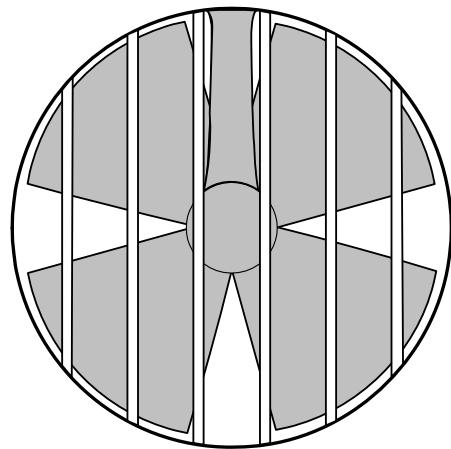

Fig. 2
In some cases (shallow installation or workboat/fishingboat only) we recommend to protect the propeller by mounting a grid in the tunnel opening (Fig. 2). It is important to keep a grid to a minimum and as streamlined for the thruster's waterflow as possible, as it will decrease the effect of the thruster. Do not use Circular profile steel as it will decrease thrust significantly.
In manchen Fällen, z.B. bei flachem Rumpf oder im gewerblichen Einsatz (z.B. Fischfang) empfehlen wir, den Propeller durch ein Gitter vor der Tunnelöffnung zu schützen (Fig. 2). Dieses sollte auf ein Minimum beschränkt und so stromlinienförmig wie möglich sein, da die ansonsten die Leistung des Thrusters reduziert wird.
I visse tilfeller (ved grunne installasjoner, fiske / arbeidsfartøy fartøy) anbefaler vi å beskytte propell og girhus ved å montere et gitter foran tunnelåpningene (Fig. 2). Det er da meget viktig å beholde strømlinjeformen, og å begrense gitteret til et minimum. Feil installasjon kan begrense skyvekraften med 10%.
In alcuni casi (installazione poco al di sotto del linea di galleggiamento oppure barca da lavoro / peschereccio) si raccomanda di proteggere l'elica montando una griglia nell'apertura del tunnel (Fig. 2). È importante che la griglia sia il più possibile a maglie larghe e con un profilo tale da rallentare il meno possibile il flusso d'acqua dei propulsori, in quanto essa farà diminuire l'effetto del propulsore.
- Terminals must be properly tightened. Secure/hold inner nut when tightening (Fig. 2). Tighten with max: 15 Nm/11lb/ft. The negative/minus cable (*A) connects to the A1 (-) terminal. The positive/plus cable (*B) connects to the "+" terminal. SP 75/95/125: Ø10mm / 3/8" bolt. Tighten with 15 Nm/11lb/ft.